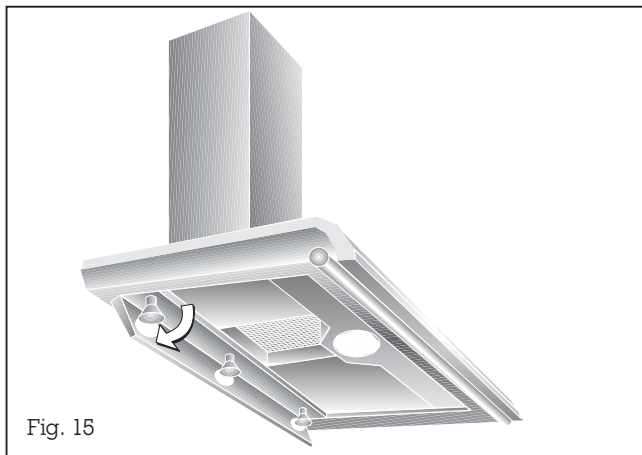

Fig. 15
- Svitare le viti dal rivestimento della lampadina. Il rivestimento si ribalta verso il basso, ma non può essere smontato (Fig. 15).